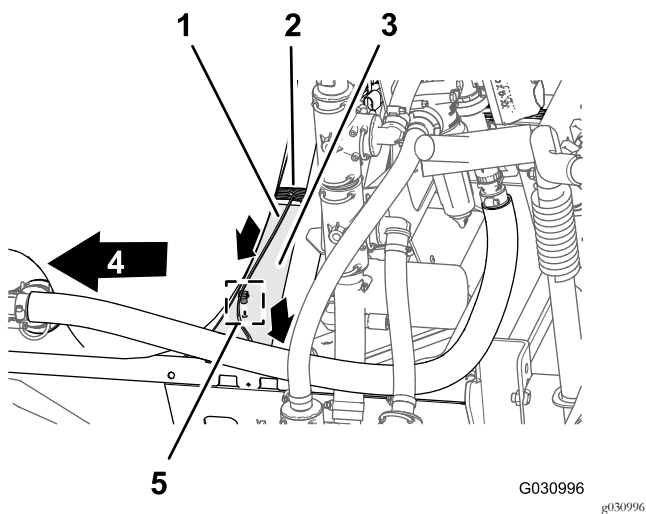

Figura 113
- Passe a secção com 74 cm da cablagem para o solenoide da bomba do pulverizador através da parte superior do canal da estrutura do pulverizador e para baixo na direção do solenoide da bomba do pulverizador (Figura 113).
2. Insira o fixador de pressão da seção com 74 cm da cablagem no orifício no canal da estrutura do pulverizador (Figura 113).